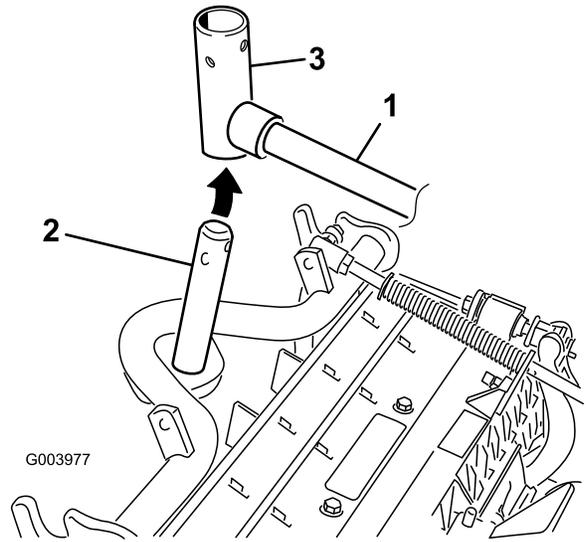

图7
7. 对于前滚刀组，在将承载架轴向上插入提升臂轴轭的同时，把滚刀组滑到提升臂下方（图7）。
B. 将提升臂轭插入承载架轴的上方（图7）。